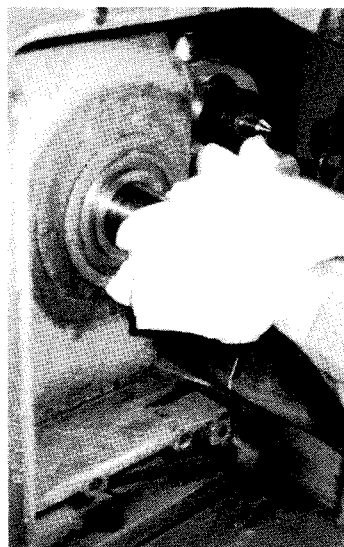

図1-18
- (1) 砥石軸およびフランジをきれいに掃除する。
- ・研削盤の保護覆いはずし、砥石軸をきれいに掃除する（図1-18）。